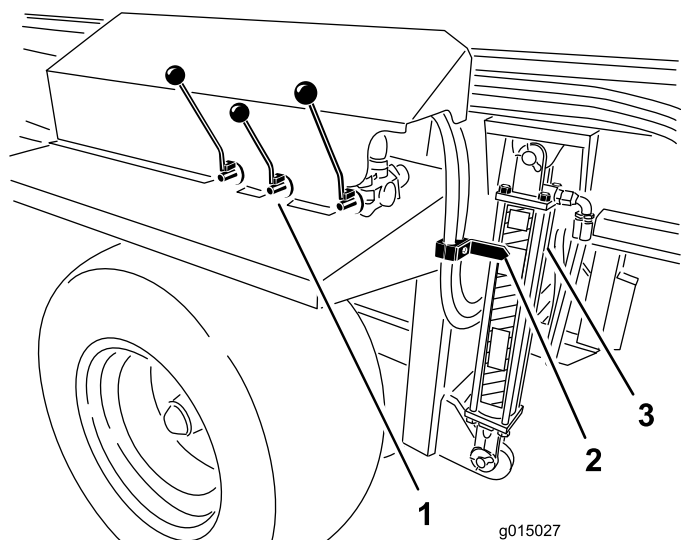

Рисунок 35
С помощью гидрорегуляторов на модели SH или пульта ДУ на модели EH отрегулируйте гидравлические цилиндры основного бункера так, чтобы стрелка совместилась с **ЗЕЛЕНЫМ** сектором наклейки гидравлического цилиндра (Рисунок 35).
**Внимание:** При перемещении без разбрасывания поднимите машину на максимальный безопасный для транспортировки уровень и отключите двухдисковый центробежный разбрасыватель (Рисунок 35).